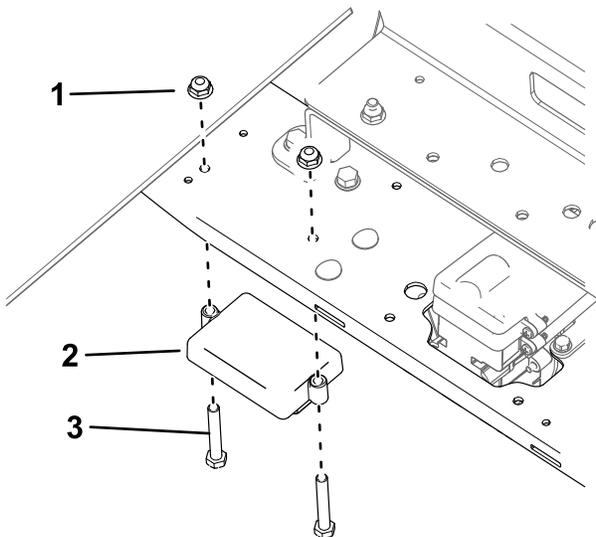

Figura 4
4. Instale el módulo del sensor debajo del bastidor transversal usando 2 pernos y 2 tuercas (Figura 4).